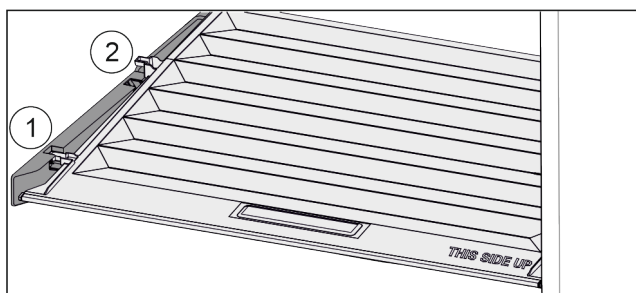

Fig. 48
- ▶ Tirer le couvercle vers l'avant jusqu'à dans l'orifice des pièces de retenue Fig. 48 (1).
- ▶ Le soulever par le bas à l'arrière et le sortir par le haut Fig. 48 (2).